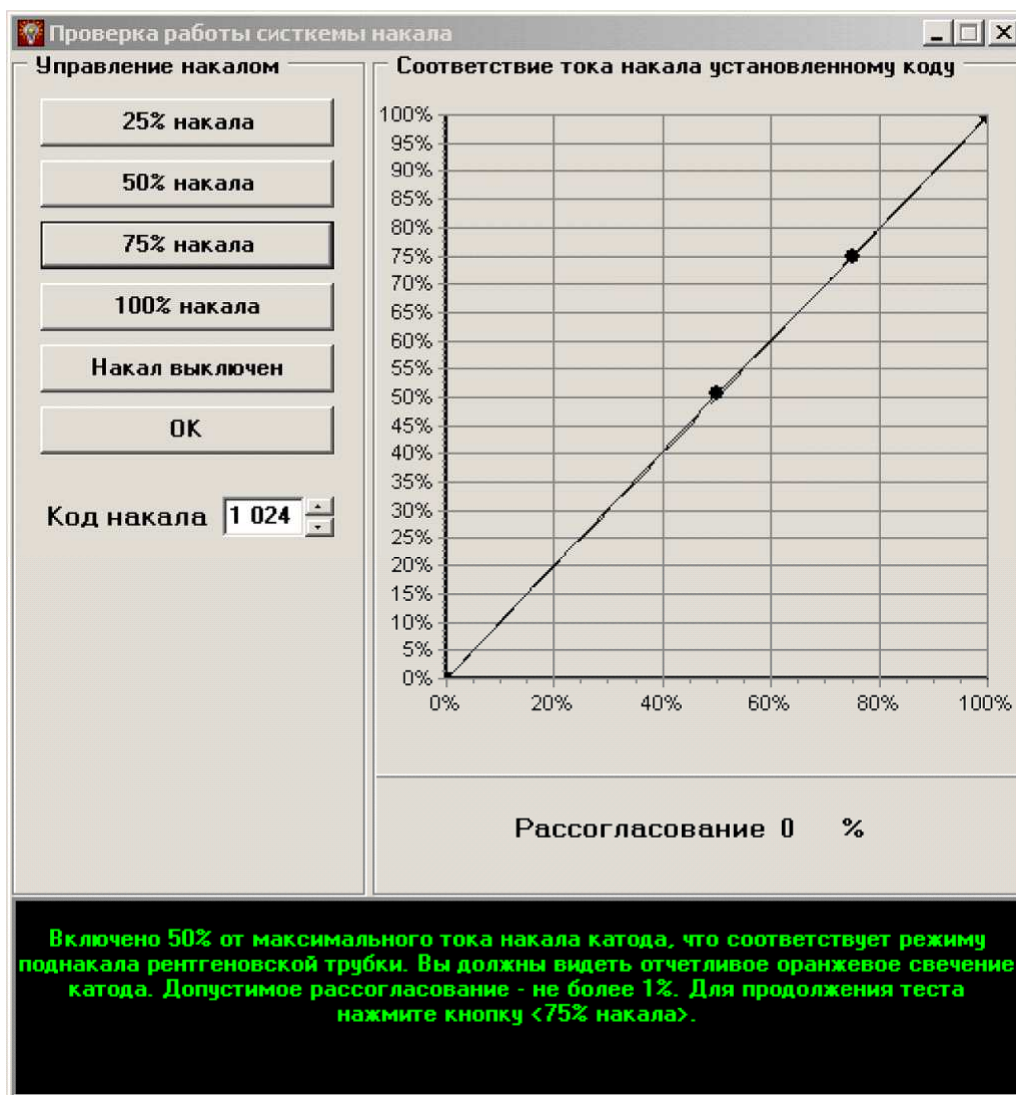

Рис. 5.6 Внешний вид окна «Проверка работы системы накала»
5.5.2 Для запуска приложения выберите в меню менеджера пункт  «Проверка системы накала». Внешний вид окна приложения приведен на рис. 5.6.